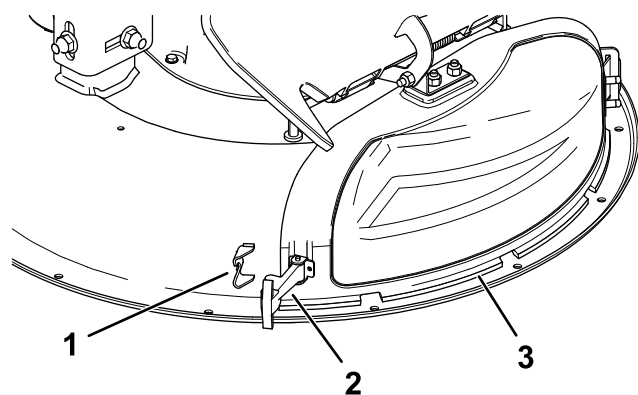

Figura 11
aprite il coperchio dello scarico verso destra (Figura 11).
6. Fissate il coperchio dello scarico al piatto di taglio agganciando il dispositivo di chiusura flessibile, presente sul coperchio dello scarico, all'apposito fermo sul piatto (Figura 11).